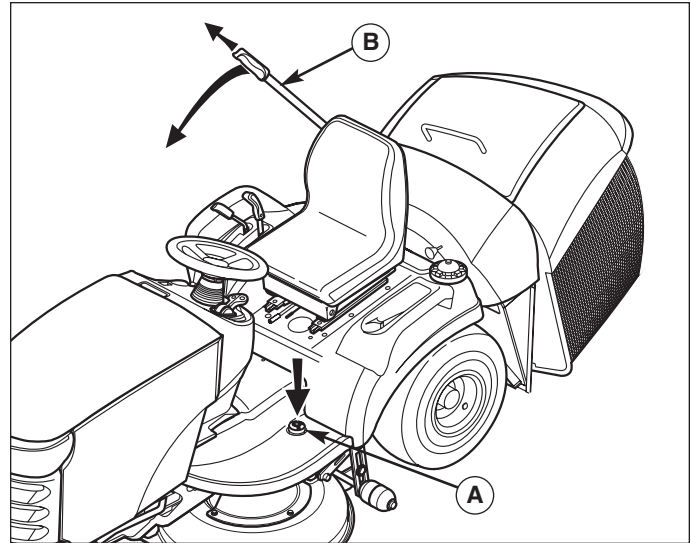

Figure 4. Pour vider la trémie
2. Tirer le levier de débrayage de la transmission en arrière d'environ 6,4 cm pour le verrouiller en position débrayée (figure 4).
1. Appuyer sur la pédale de décharge du collecteur d'herbe (A, Figure 4).
2. Allonger le levier du collecteur d'herbe (B) et l'utiliser pour vider le collecteur d'herbe.
3. Utiliser le levier (B) pour fermer le collecteur d'herbe, et le remettre dans le collecteur d'herbe.